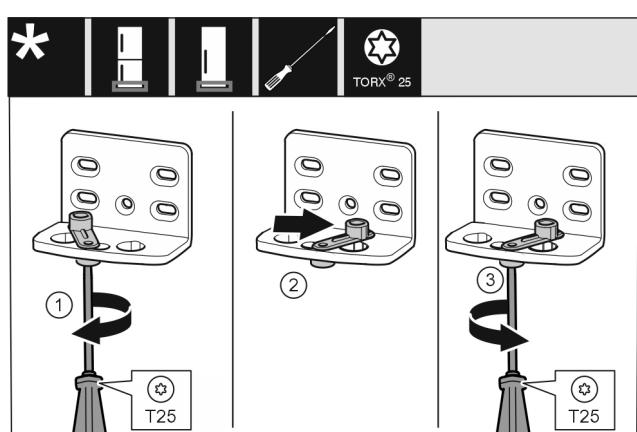

Fig. 16
- Lironi plotësisht vidën Fig. 16 (1) me një kaçavidë.
- Ngrini lart ndihmën e mylljes së derës Fig. 16 (2) dhe rrotullojeni brenda vrimës me 90° nga e djathta.
- Mbërtheni fort vidën Fig. 16 (3) me kaçavidë.